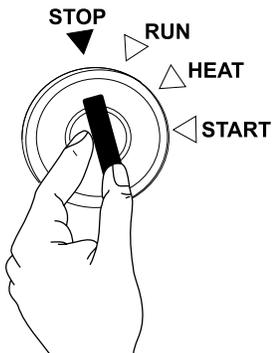

Figure 25. Commutateur de démarrage (position d'arrêt)
- Placez la clé du contacteur de démarrage (Figure 25) en position **STOP** et retirez la clé.
- Placez la clé de contact du démarreur (Figure 25) en position **STOP**. Retirez la clé.